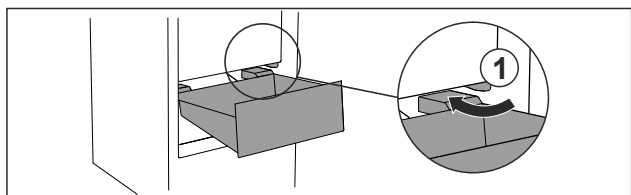

Fig. 78
- ▶ Før skuffen skråt omkring stoppene Fig. 78 (1).